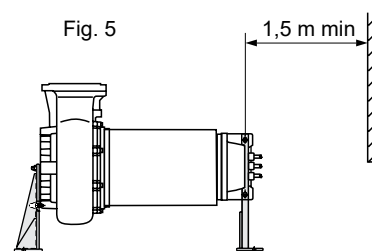

Fig. 5
- 2 - Electrobomba dispuesta con eje de rotor horizontal solo para K...R... N1/X1 /R sobre los soportes adecuados y el orificio de salida hacia arriba (Fig. 5). Colocar la bomba en posición vertical. Levantar la manilla y volver a colocarla en la otra posición. Levantar la bomba y montar el soporte en el lado hidráulico con los 3 tornillos suministrados. Bajar la bomba hasta que se apoye en el suelo. Desmontar la manilla. Montar el soporte del lado del motor utilizando los mismos pernos utilizados para fijar la manilla. Atornillar el perno suministrado en uno de los 2 orificios libres del soporte del lado del motor: fijarlo primero en uno e intentar levantar la máquina, dándose cuenta de cuál de los dos orificios debe utilizarse para colocar la electrobomba; si es así, utilizar el otro orificio. Mantener la bomba en el baricentro con el polipasto. Para mover la electrobomba cuando está en posición horizontal, aprovechar un orificio libre en el soporte del lado del motor y el cáncamo suministrado fijado a la boca de impulsión. Durante las operaciones con el polipasto, mantenerse a una distancia mínima de 1,5 m de la máquina.